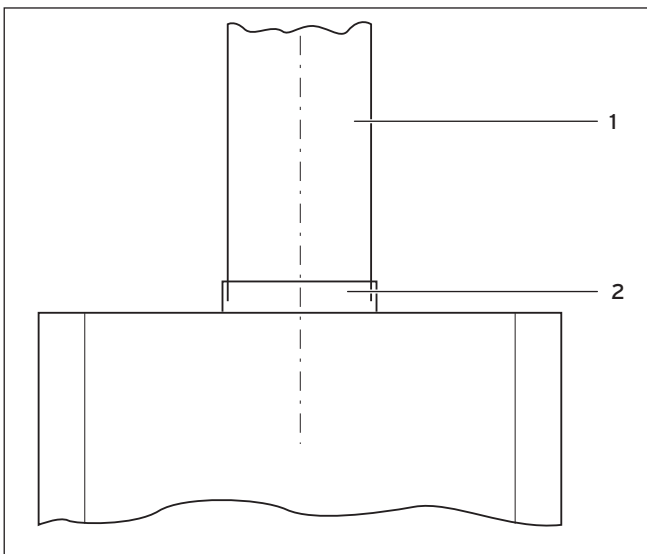

Fig. 4.7 Ligação de evacuação dos gases de combustão
- Instale o tubo de evacuação dos gases de combustão **(1)** na ligação do tubo de evacuação dos gases de combustão **(2)** no recorte do fluxo; consulte a fig. 4.7.